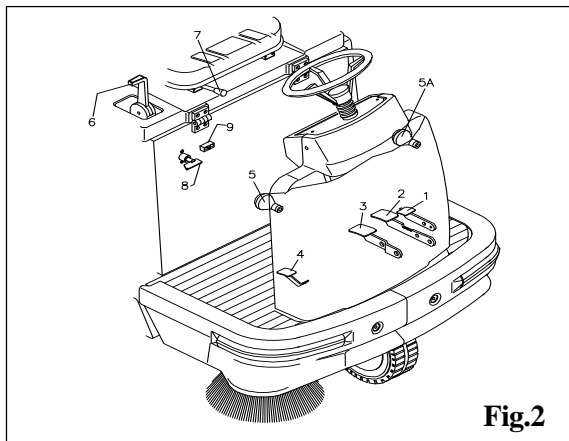

Fig.2
- 1 : Mettez le levier lève-brosse **5 Fig.2** sur **OFF**.
- Connecter le chargeur à la prise à ce destinée **Fig.2** et maintenir l'état de charge pour au moins 2 heures.
- Connecter le chargeur des batteries (Fig.2) Executez cetttes operations en suivant les NOTES du point 4.4.1
- 3 Vérifiez que la clé de sécurité 8 Fig.2 soit sur ON.
- 6 Débloquez si est inséré le frein de stationnement avec la pédale 2 Fig.2.
- 7 Agissez sur la pédale 4 Fig.2 pour mettre la machine en marche en dosant la vitesse avec la pression de la même.
- 1 Abaissez la brosse centrale avec le levier 6 Fig.2 su ON.
- 2 Abaissez, si nécessaire, la brosse latérale avec le levier 5 Fig.2.